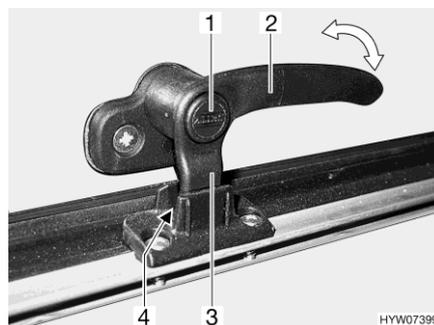
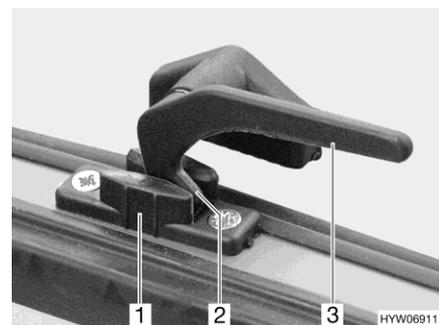

Bild 124 Verriegelungshebel mit Sicherungsknopf in Stellung "Dauerbelüftung"
Bild 125 Verriegelungshebel in Stellung "Dauerbelüftung"
- in Stellung "Dauerbelüftung" (Bild 124 und Bild 125)
- Wenn vorhanden, Sicherungsknopf (Bild 124,1) drücken und gedrückt halten.
- Alle Verriegelungshebel (Bild 124,2 oder Bild 125,3) eine viertel Umdrehung zur Haubenmitte hin drehen.
- Alle Verriegelungshebel wieder zurückdrehen. Die Verriegelungsnase (Bild 124,3 oder Bild 125,2) dabei in die Aussparung der Haubenverriegelung (Bild 124,4 oder Bild 125,1) einfahren.